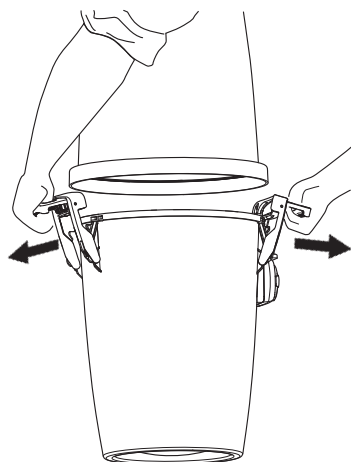

Fig. 20
1. Løsne begge håndtakene som holder støvbeholderen. Håndtakene er enkle å frigjøre ved å løfte håndtaket opp til det stopper. Når du trekker håndtakene utover og vekk fra støvsugeren, frigjøres beholderen. Fig. 20.